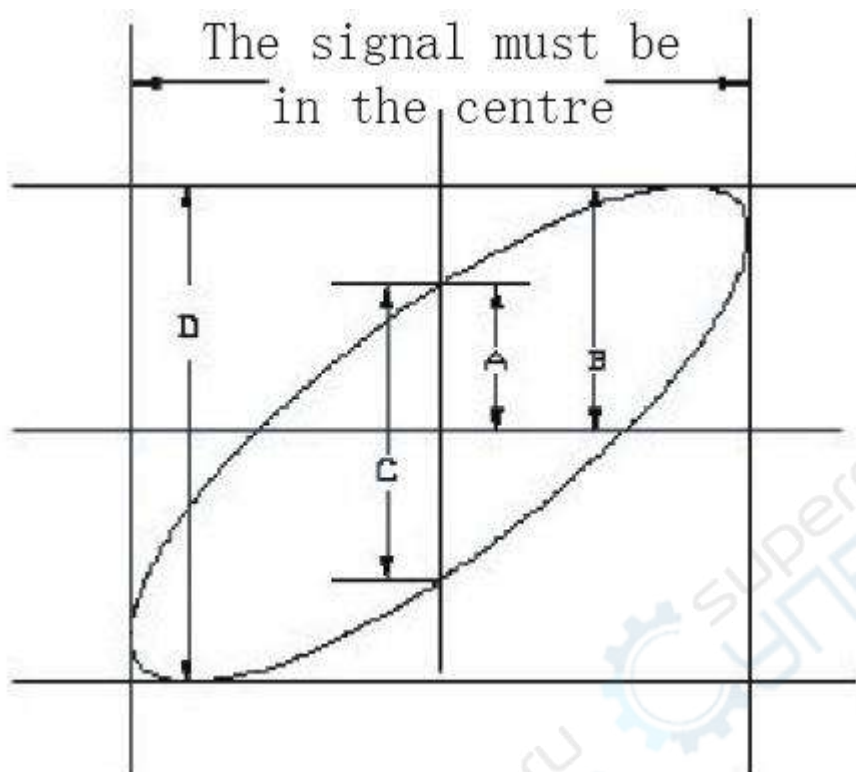

Рисунок 3-7
9. С помощью метода эллипса измерьте и вычислите разность фаз (см. Рисунок 3-7).